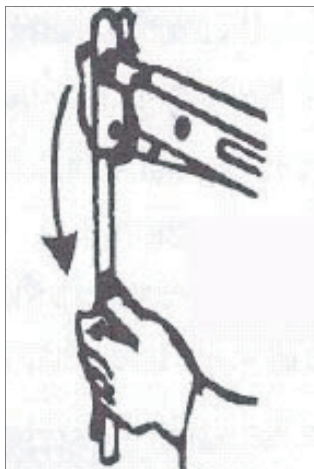

Figura 1
2. Sujete la parte delantera del cañón con la mano izquierda y apriete el cañón hacia abajo hasta que oiga un clic que indica que el muelle ha quedado fijo (véase figura 1).